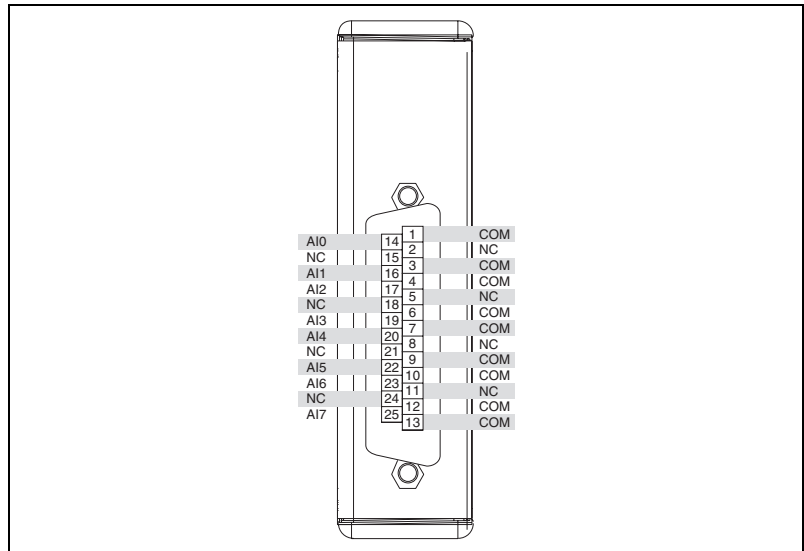

図 1 DSUB 付き NI 9201/9221 のピンの割り当て
1. キャリブレータの正の出力を AI0 に、負の出力を COM に接続します。キャリブレータにガード接続が装備されている場合は、それを COM に接続します。ネジ留め式端子付 NI 9201/9221 の端子割り当てについては、表 2 を参照してください。DSUB 付 NI 9201/9221 のピン割り当てについては、図 1 を参照してください。